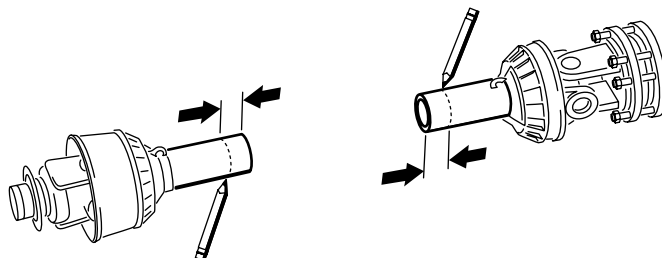
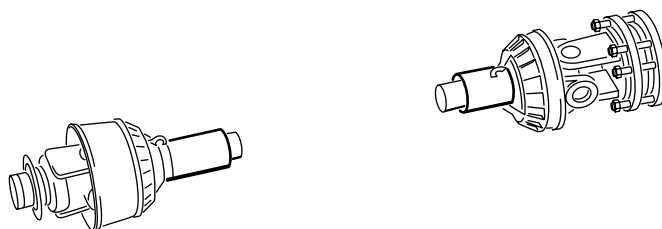

Рисунок 20
Рисунок 21
14. Используя расстояния, определенные при выполнении пункта 11, измерьте, разметьте и обрежьте только защитные кожухи, чтобы открыть трубы (**Рисунок 20** и **Рисунок 21**).